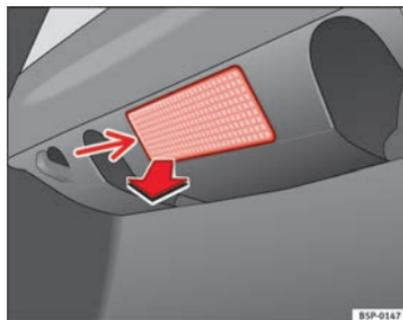

Fig. 196 Luz do porta-bagagens
- Extrair a tulipa, pressionando o rebordo da parte interior da mesma (seta) com a ajuda da parte plana de uma chave de parafusos ⇒ Fig. 196. ▶